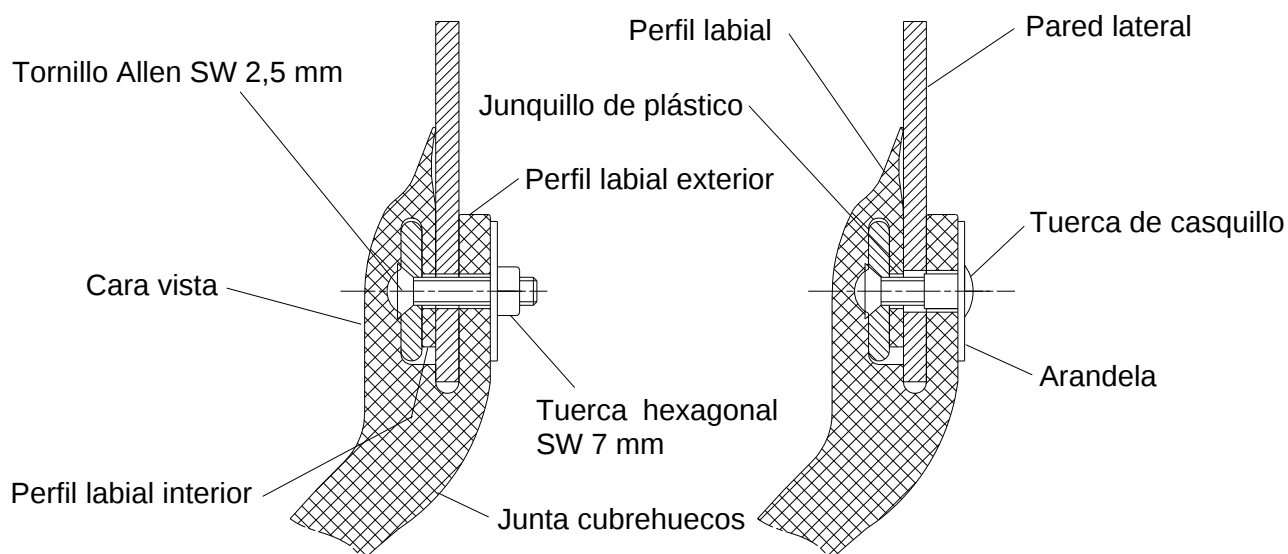

Figura 25: Junta cubrehuecos de la pared lateral
- Meter la arandela y la tuerca y fijarla hasta que el perfil labial de la junta sobresalga algo por la presión (utilizar en el lado de enclavamiento, tuercas casquillo de apriete para los tornillos cortos – Figura 25).